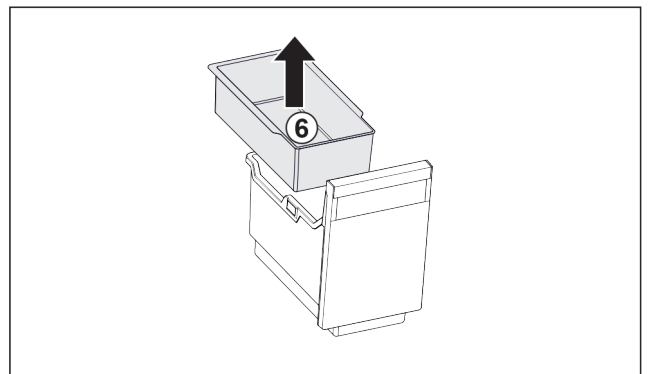

Fig. 90
- ▶ Vzemite ven Fig. 90 (6) obešalno skodelico.